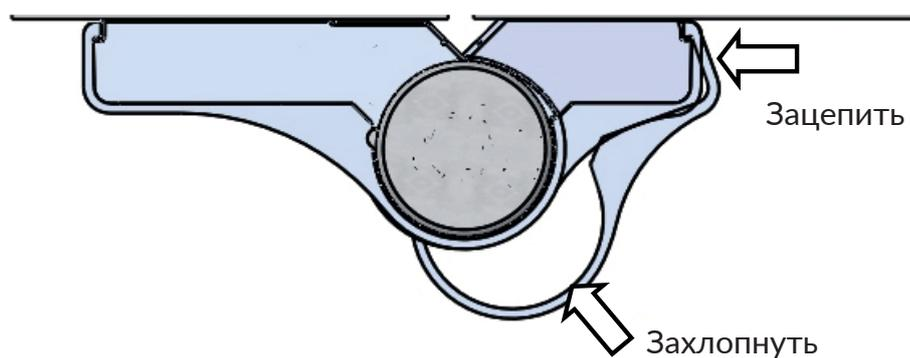

Рис. 22
12. Установить крышки рамных и створных полупетель (Рис. 22).